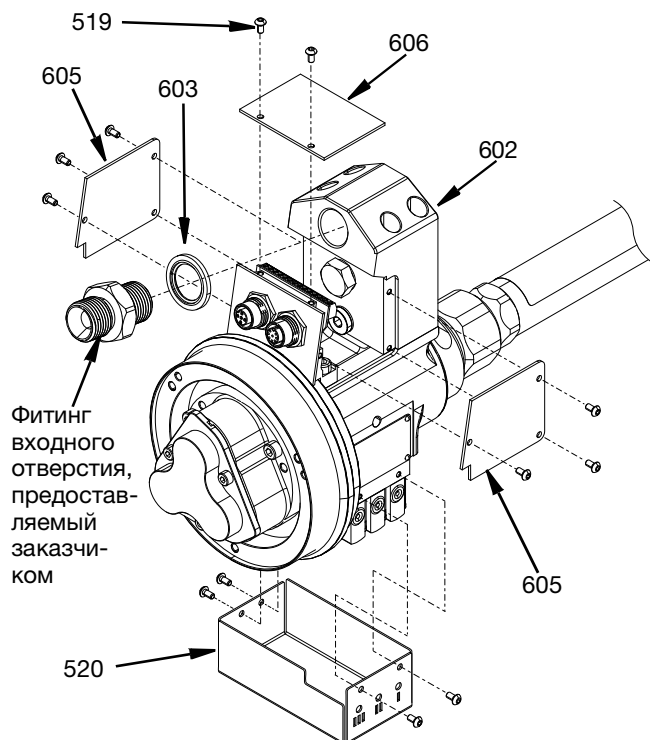

Рис. 39
9. Установите крышки, включая внешнюю синюю крышку (520), две боковые синие крышки (605) и верхнюю синюю крышку (606) с помощью двенадцати винтов M3 BHCS (514), затянутых с усилием 12 дюйм-фунтов (1,35 Н•м).
10. Нанесите тонкий слой литиевой смазки на 1/2-дюймовое уплотнение шайбы BSPP (603) и на резьбу впускного фитинга, предоставляемого заказчиком. Ввинтите в однопортовый адаптер из нержавеющей стали (602) и затяните с усилием 15 фут-фунтов (20,34 Н•м). См. Рис. 39, стр. 26.